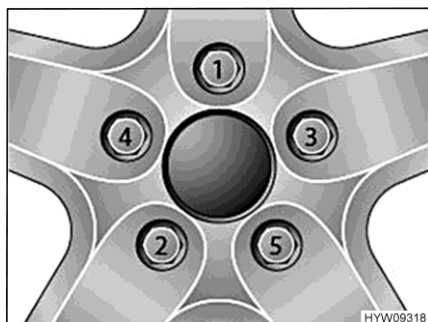

Fig. 78 Serraggio a croce di dadi delle ruote e bulloni delle ruote
- Serrare i dadi delle ruote o i bulloni delle ruote nell'ordine riportato in Fig. 78. A tale scopo, utilizzare una chiave dinamometrica e rispettare la coppia di serraggio indicata (vedi paragrafo 14.5).
- Controllare regolarmente il serraggio dei dadi o dei bulloni. Regolare il serraggio dei dadi delle ruote o dei bulloni delle ruote di una ruota sostituita dopo circa 50 km. A tale scopo, procedere seguendo l'ordine indicato in Fig. 78.
- Se si utilizzano cerchioni nuovi o riverniciati, regolare il serraggio dei bulloni o dei dadi dopo altri 1000 - 5000 km. A tale scopo, procedere seguendo l'ordine indicato in Fig. 78.